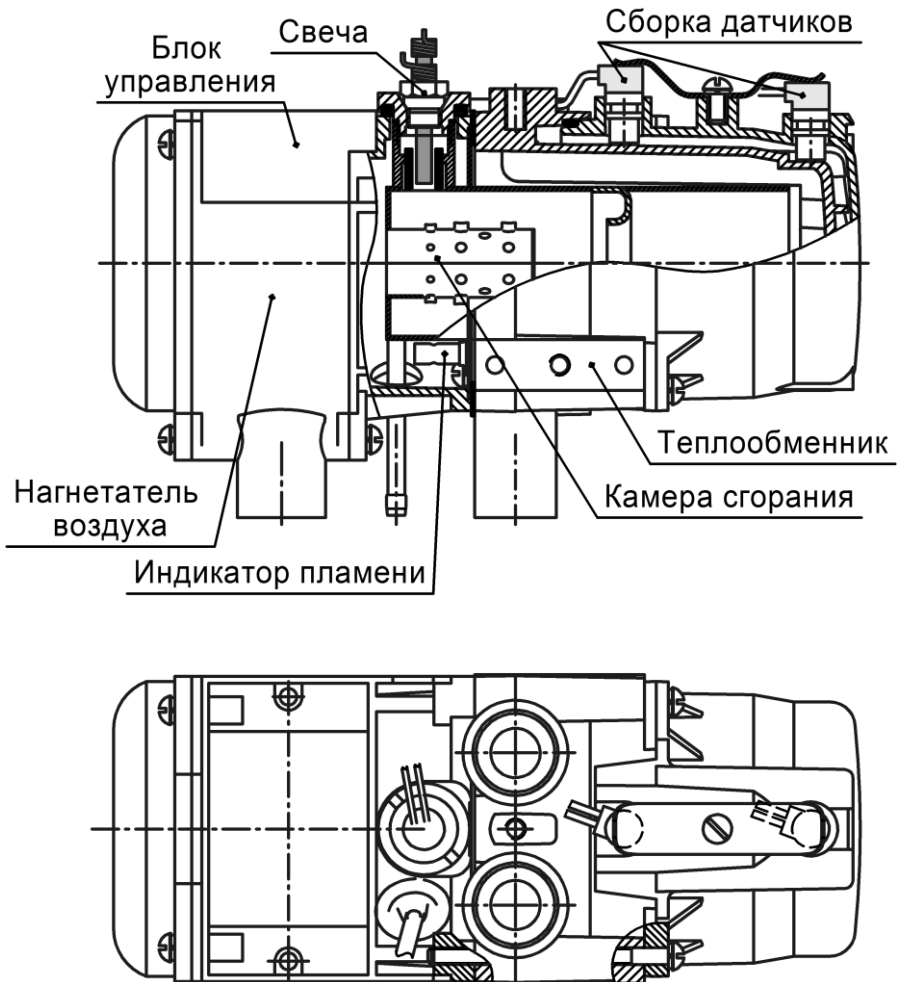

Рис. 4.3 Основные узлы нагревателя
- нагреватель (основные узлы нагревателя показаны на рис. 4.3);